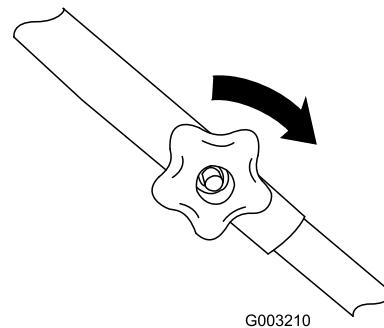

Figura 5
3. Instale los pernos y los pomos del manillar superior con los pomos en la parte exterior del manillar, apretando los pomos todo lo posible (Figura 5).